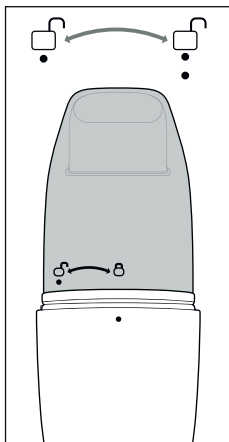
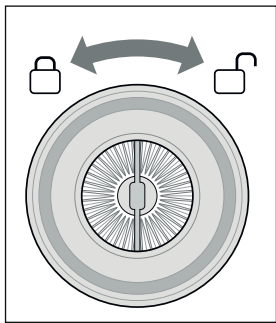

Fig. 6
Fig. 9
1. Ao abrir o depósito de resíduos **3**, tenha em atenção a marcação ● sob o símbolo □ no depósito de resíduos **3** e na extremidade do aparelho. Segure o aparelho pela pega **9** e rode o depósito de resíduos **3**, até ambas as marcações ficarem alinhadas (ver fig. 6).
6. Volte a colocar o depósito de resíduos ❸ sobre o aparelho. Certifique-se de que ambas as marcações ● sob o símbolo  no depósito de resíduos ❸ e na extremidade do aparelho ficam alinhadas (ver fig. 6). Rode o depósito de resíduos ❸, até a marcação ● na extremidade do aparelho ficar sob o símbolo  do depósito de resíduos ❸ e o depósito de resíduos ❸ encaixar de forma audível.
- ▶ Substitua o filtro de pó ❸ regularmente para assegurar um funcionamento perfeito e higiénico do aparelho.
1. Retire o filtro de pó ❸ com a caixa do filtro ❹ para fora do depósito de resíduos ❺ (ver capítulo **Esvaziar o depósito de resíduos**).
2. Tenha em atenção os símbolos de cadeado na tampa do filtro de pó ❸. Rode o filtro de pó ❸ para a direita, em direção ao símbolo  e puxe-o depois para fora da caixa do filtro ❹ (ver fig. 9 e 10).
- ▶ Se desejar substituir o filtro de pó ❸, salte os passos 3 e 4. Vá diretamente para o passo 5.
3. Sacuda o filtro de pó ❸ e a caixa do filtro ❹ para dentro de um caixote do lixo.
4. Limpe o filtro de pó ❸ e a caixa do filtro ❹ com água da torneira e, em seguida, deixe secar totalmente ao ar.
5. Coloque o filtro de pó ❸ novamente na caixa do filtro ❹ e rode-o para a esquerda, na direção do símbolo , até ficar bem fixo na caixa do filtro ❹ (ver fig. 9).
6. Volte a inserir o filtro de pó ❸ com a caixa do filtro ❹ no depósito de resíduos ❸. Certifique-se de que o filtro de pó ❸ está colocado a direito no depósito de resíduos ❸, e que o rebordo de borracha veda o depósito de resíduos ❸.
7. Volte a colocar o depósito de resíduos ❸ sobre o aparelho. Certifique-se de que ambas as marcações ● sob o símbolo  no depósito de resíduos ❸ e na extremidade do aparelho ficam alinhadas (ver fig. 6). Rode o depósito de resíduos ❸, até a marcação ● na extremidade do aparelho ficar sob o símbolo  do depósito de resíduos ❸ e o depósito de resíduos ❸ encaixar de forma audível.